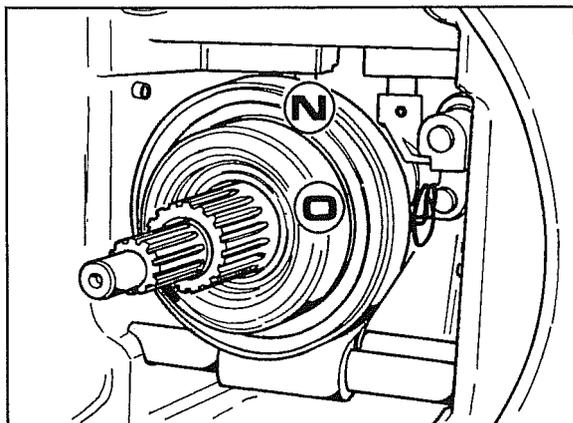

Fig. 26
- Avant de réassembler le tracteur il faut vérifier les bonnes conditions des deux roulements de butée **N** et **O** fig. 26.